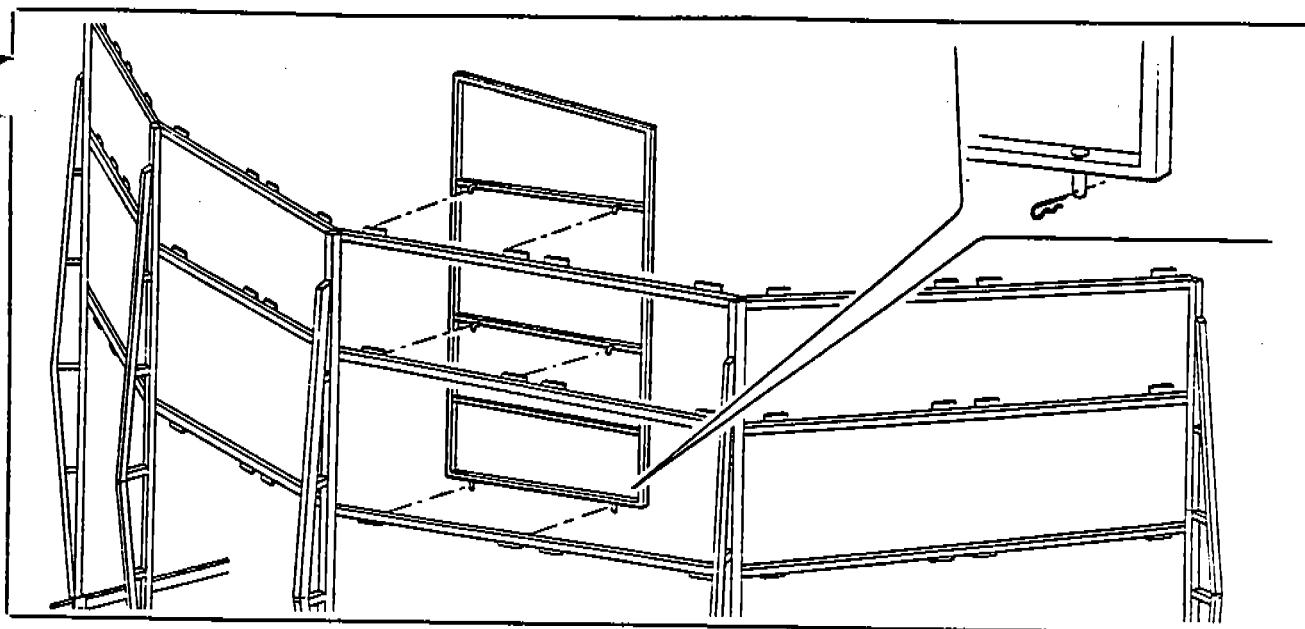

Fig. 34
c) Hang the scenery panels (Fig. 34 ) from the top bars, the lower pins must go into the correspondent holes in the lower bars, secure them with safety clips.
c) Agganciare i pannelli sui rispettivi traversi (Fig. 34) rispettando la giusta successione. Fissarli in posizione con copiglie.